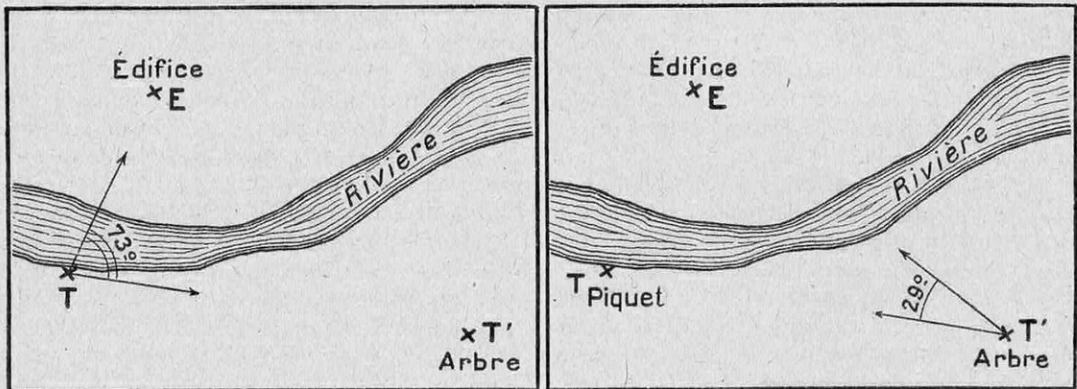

FIG. 1 ET 2. — COMMENT NOUS POUVONS MESURER LA DISTANCE QUI NOUS SÉPARE D'UN LIEU INACCESSIBLE
Restons un instant sur la Terre et rappelons comment il nous est possible de déterminer la distance TE qui nous sépare, étant en T (fig. 1), d'un point inaccessible, par exemple, d'un édifice E . Il est indispensable, pour cela, d'avoir à sa disposition un autre point, accessible celui-ci, par exemple un arbre T' . On vise alors (fig. 1) l'édifice E et l'arbre T' , et ces deux directions nous fournissent un angle de 73° , par exemple. Ceci fait, on plante un piquet en T et on se transporte de T en T' , tout en ayant soin de mesurer la distance TT' , soit 228 mètres. Etant arrivé au pied T' de l'arbre, on vise (fig. 2) l'édifice E et le piquet T , et ces deux directions nous fournissent un nouvel angle, qui sera, par exemple, 29° . Il ne reste plus qu'à tracer le triangle $TE T'$ sur une feuille de papier, à une échelle convenable, et de mesurer la distance TE qu'on veut connaître : on trouve ici 113 mètres (1).
On vise la Lune E au même instant de New York T et de Valparaiso T' , par exemple. Comme on connaît la distance en ligne droite $T'T'$, on peut, comme précédemment (fig. 1 et 2), construire le triangle TET' , ce qui donne la distance de la Terre à la Lune. (Ne pas oublier que, pour rendre la figure possible, cette distance a été prise dix-huit fois trop petite.)